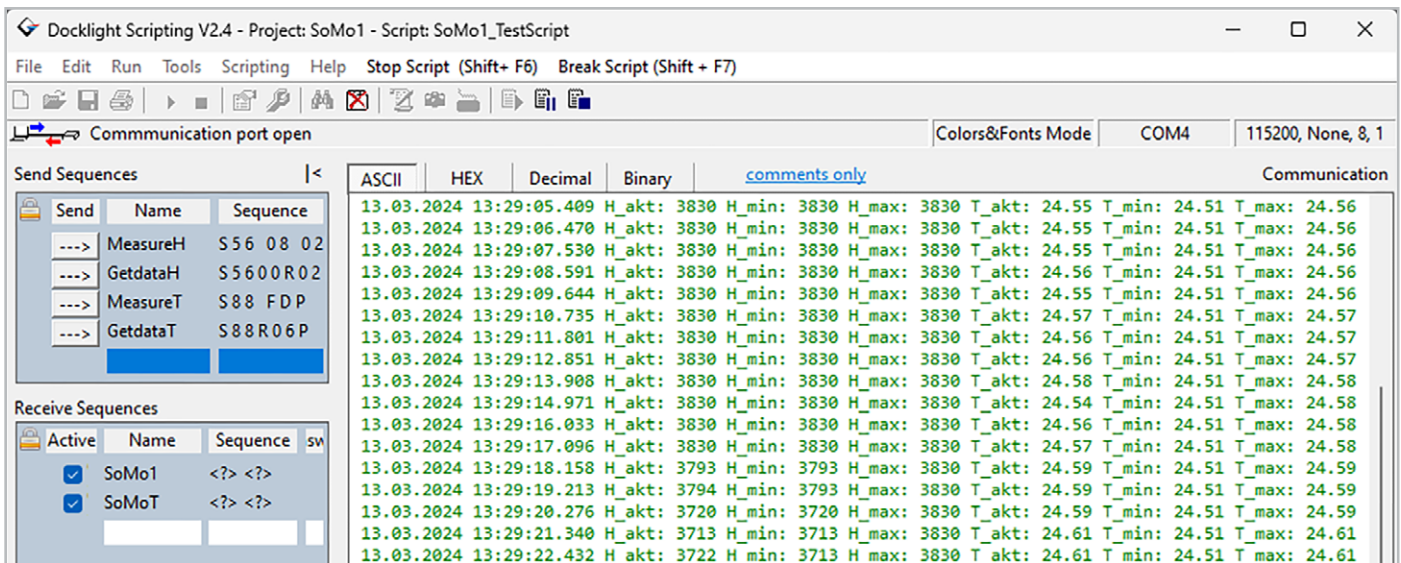

Bild 10: Dekodierte Anzeige der Bodenfeuchte- und Bodentemperaturwerte eines Bodenfeuchtesensors SoMo1
Bei der Nutzung von Scripts besteht zudem die Möglichkeit, die empfangenen Daten auszuwerten und als Log aufbereitet im Empfangsfenster darzustellen. Bild 10 zeigt als Beispiel einen Screenshot von der Inbetriebnahme des Bodenfeuchtesensors SoMo1 unter Verwendung von Docklight Scripting. Dabei wurden die empfangenen Daten für Feuchte (H) und Temperatur (T) um eine Min.- und Max.-Speicherfunktion erweitert, um unerwartete Abweichungen einfach erkennen zu können. **ELV**